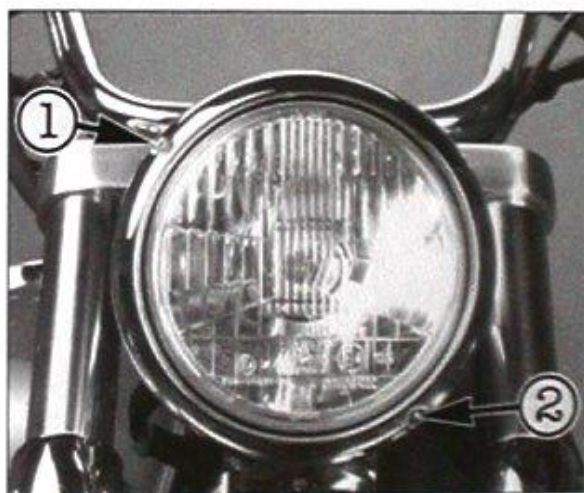

Bild 73
- Einstellung an Einstellern Bild 73 vornehmen.